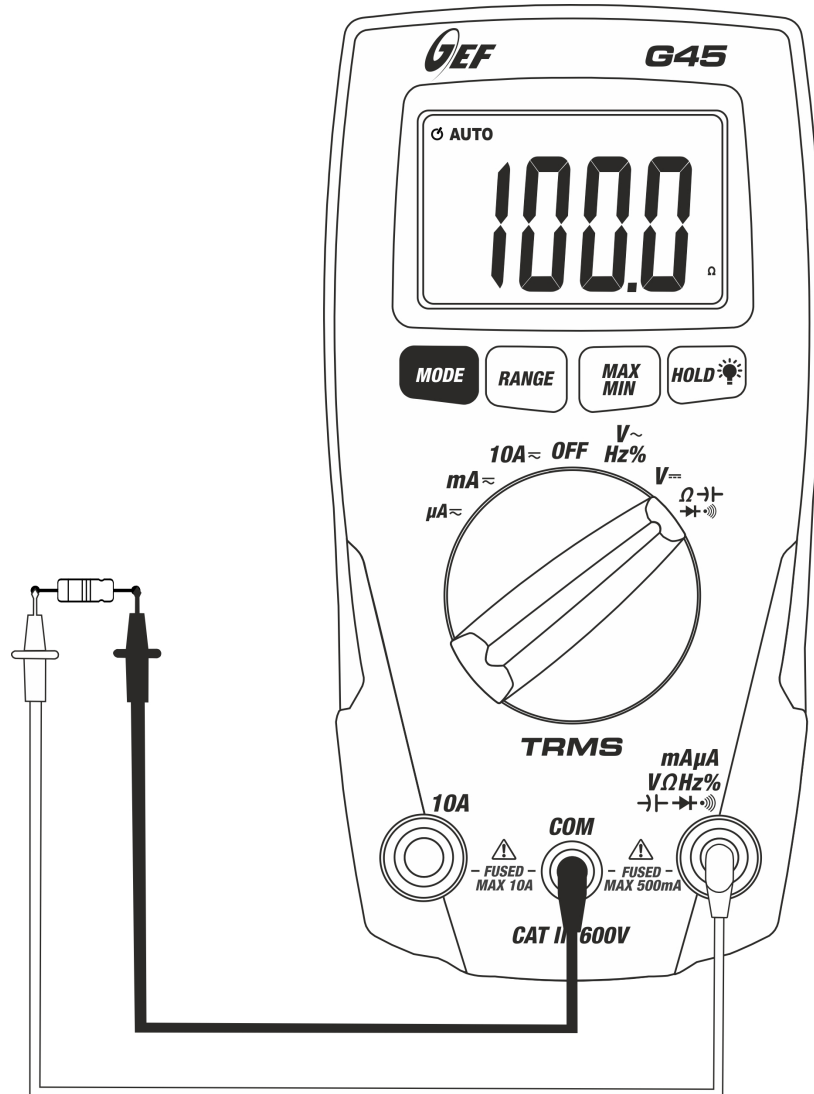

Fig. 5: Uso del instrumento en medida de Resistencia
3. Inserte las dos puntas de prueba en el punto deseado del circuito (ver Fig. 5), luego el instrumento muestra el resultado